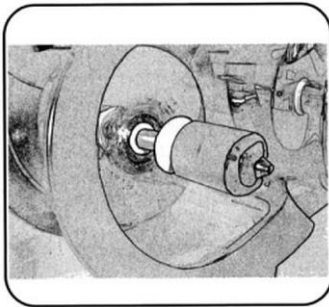

Fig. 36
8. Ensuite, humidifier les joints de la spirale avec de l'eau (fig. 36).